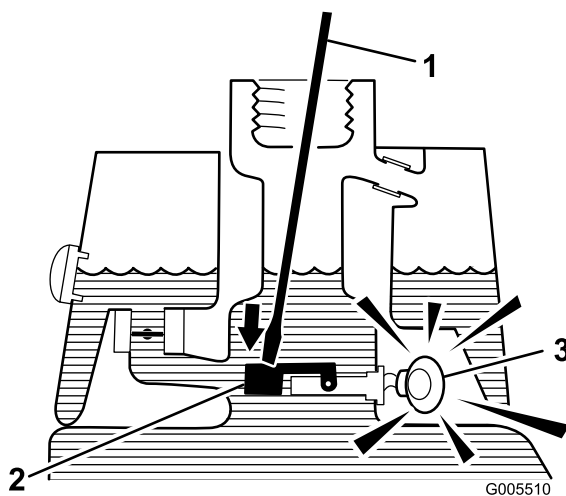

Figura 31
3. Insira uma barra ou uma chave de parafusos no bocal do depósito e empurre com cuidado o comutador de bóia (Figura 31). O alarme deverá ser activado ao fim do período de desfasamento de um segundo.